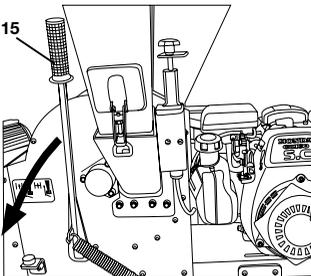

Figura 11
Para ello, gire la palanca de ajuste general (15) hacia abajo (véase la Figura 11).